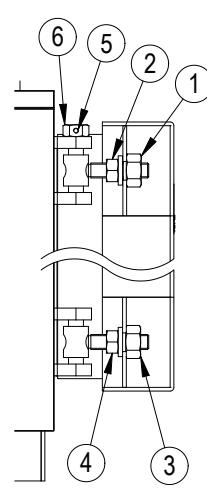

fig. 10
5.6.2 Para modelos MEGAPREX 720N-1060N (Fig. 10)